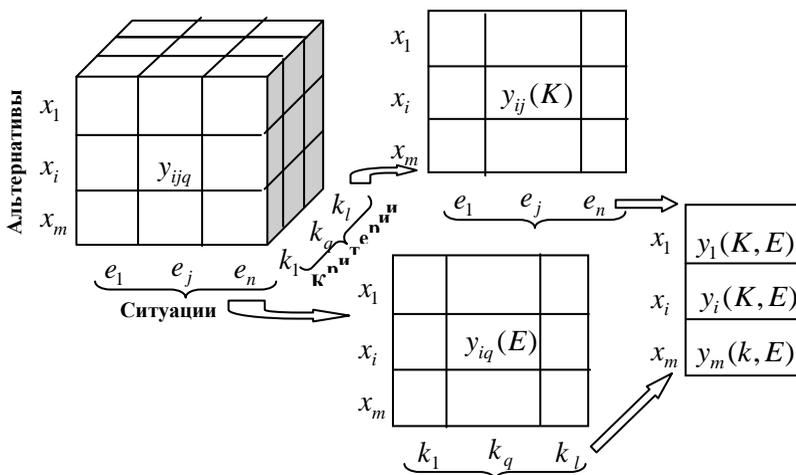

Рис.2.2 Схема получения интегральной оценки
2) по каждой альтернативе $x_i, i = \overline{1, m}$ и по каждому критерию $k_q, q = \overline{1, e}$ получают среднестатистическую оценку исходов $y(x_i, k_q)$, затем переходят к решению многокритериальной задачи ПР в условиях определенности. В целом, для построения модели интегральной оценки решений следует придерживаться следующей схемы (рис.2.2).